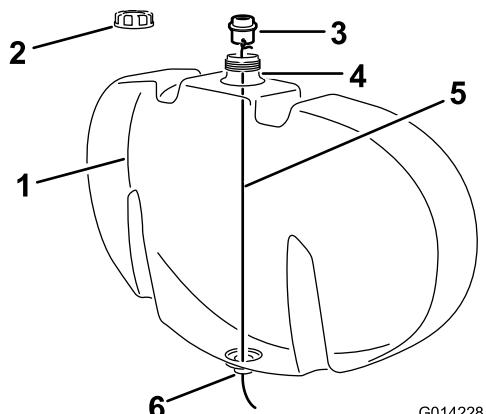

Figure 2
- Fixez un fil plus long que la hauteur du réservoir à l'un des trous de l'étrier de fixation du raccord de traversée (Figure 2).
- Enlevez le bouchon de remplissage du réservoir de rinçage (Figure 2).
- Descendez le fil par l'ouverture dans l'orifice de remplissage du réservoir faites-le passer par l'ouverture au fond du réservoir (Figure 2).